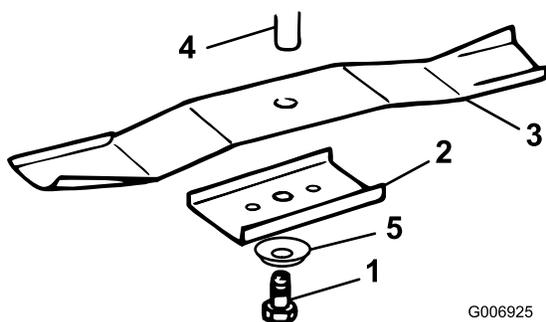

Figure 32
3. Enlevez le boulon (clé de 16 mm [5/8 po]), la rondelle bombée, le porte-lame et la lame (Figure 32). Pour enlever le boulon, bloquez éventuellement la lame en
1. Montez chaque lame, le porte-lame, la rondelle bombée (face concave vers la lame) et le boulon de lame (Figure 32).